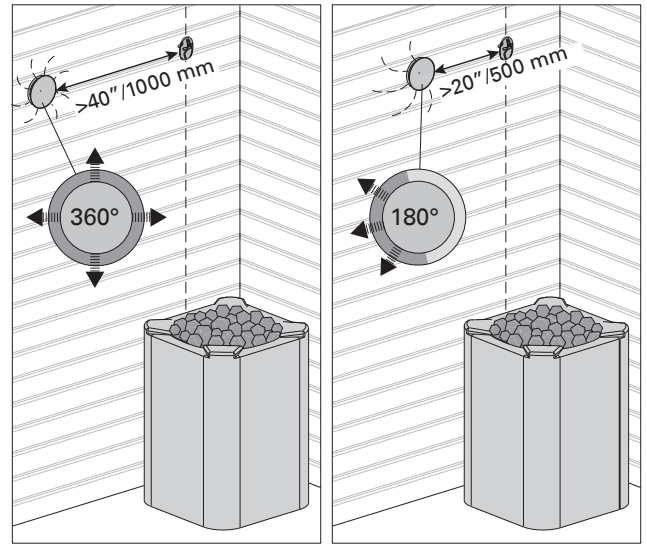

Figure 3. Distance minimale du capteur avec le conduit d'air
**Ne pas placer la bouche d'arrivée d'air de sorte que le flux d'air refroidisse le capteur de température. Figure 3.**